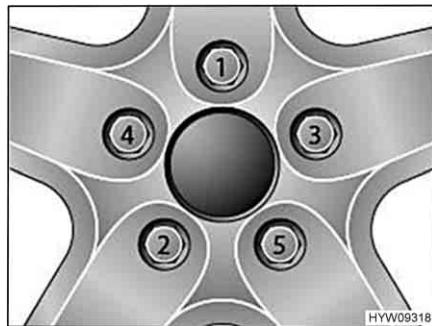

Fig. 122 Serraggio a croce di dadi delle ruote e bulloni delle ruote
- Serrare i dadi delle ruote o i bulloni delle ruote nell'ordine riportato in Fig. 122. A tale scopo, utilizzare una chiave dinamometrica e rispettare la coppia di serraggio indicata (vedi paragrafo 13.5.2).
- Controllare regolarmente il serraggio dei dadi o dei bulloni. Regolare il serraggio dei dadi delle ruote o dei bulloni delle ruote di una ruota sostituita dopo circa 50 km. A tale scopo, procedere seguendo l'ordine indicato in Fig. 122.
- Se si utilizzano cerchioni nuovi o riverniciati, regolare il serraggio dei bulloni o dei dadi dopo altri 1000 - 5000 km. A tale scopo, procedere seguendo l'ordine indicato in Fig. 122.
- ▷ Serrare a croce i dadi o i bulloni delle ruote (Fig. 122).